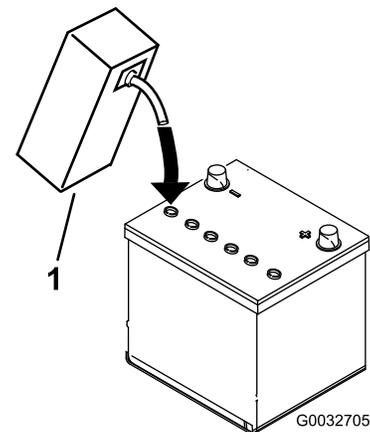

Figura 8
3. Encha cuidadosamente cada célula com eletrólito até as placas estarem cobertas com cerca de 6 mm de fluido (Figura 8).
4. Aguarde aproximadamente 20 a 30 minutos para que as placas fiquem embebidas em eletrólito. Se necessário, volte a colocar eletrólito até ficar cerca de 6 mm acima do fundo do depósito de enchimento (Figura 8).